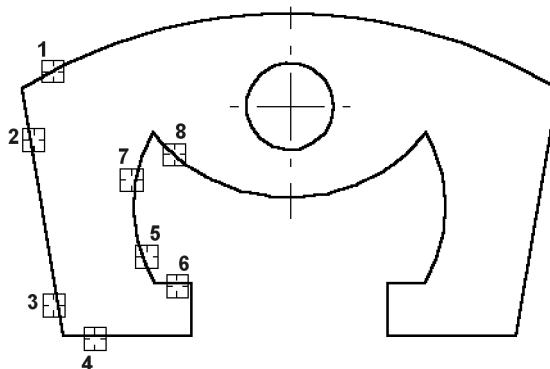

Рис. 13.23. Указание объектов для построения скруглений
3. Последовательно укажите курсором дугу и отрезок, между которыми необходимо построить скругление (рис. 13.23, курсоры 1 и 2).
**Задание.** Самостоятельно постройте остальные скругления. Последовательность выбора элементов скруглений показан на рис. 13.23.